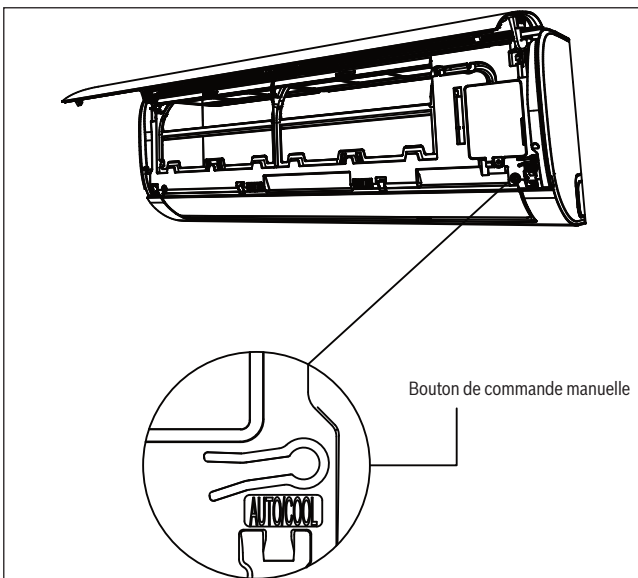

Fig. 41.
2. Le bouton CONTROLE MANUEL se trouve sur le côté droit de l'unité. Appuyer dessus 2 fois pour sélectionner la fonction refroidissement (COOL). Voir **fig. 41**.